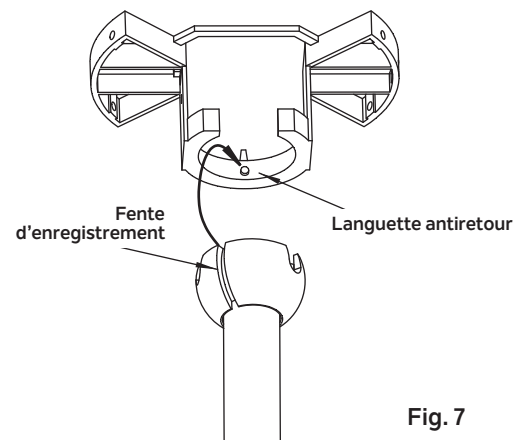

Fig. 7
Étape 7. Placez la boule de la tige de suspension dans la douille du support de montage. (Fig. 7)